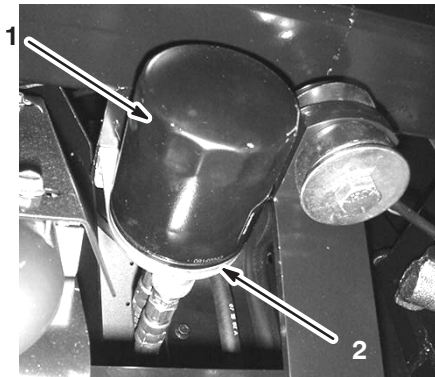

Bild 33
2. Entfernen Sie den alten Motorölfilter (Bild 33).
3. Wischen Sie die Dichtungsfläche am Anbaubereich des Filters ab (Bild 33).
4. Ölen Sie die Gummidichtung am Austauschfilter (Bild 33) leicht mit Frischöl ein.
5. Setzen Sie den Ersatzölfilter auf den Anbaustutzen auf. Drehen Sie den Ölfilter nach rechts, bis die Gummidichtung den Filterstutzen berührt. Ziehen Sie den Filter dann um eine weitere 1/2 Umdrehung fester (Bild 33).